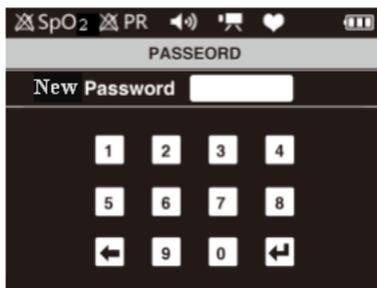

Figura 14. Interfaccia Nuova password
- e **Imposta password**: spostare la barra di scelta sulla voce "Set Password" (Imposta password), quindi premere il pulsante menu per accedere all'interfaccia password come da Figura 14 per impostare una nuova password.